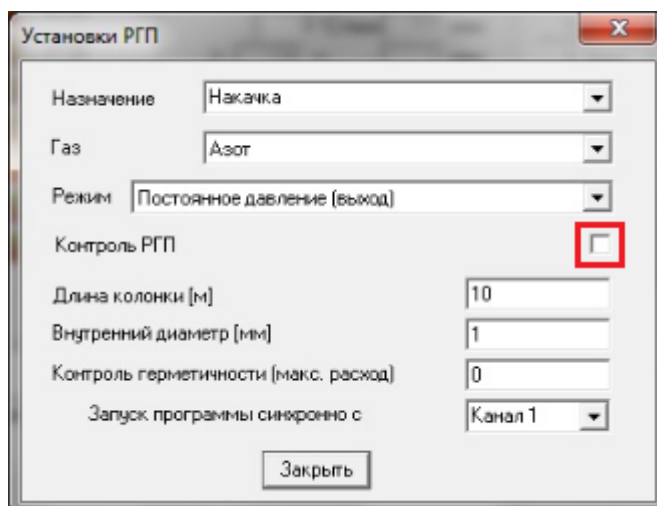

Рисунок 7 – Отключение функции «Контроль РГП».
- Отключить функцию «Контроль РГП» на линии накачки пробы РГП-ГНЗ (см рисунок 5). Это позволит хроматографу оставаться в состоянии «Готовность» при отклонение измеренного значения давления газа от заданного в линии накачки во время замены флакона в ячейке дозирования а также во время дозирования пробы. Для отключения данной функции снять «галочку» в установках РГП-ГНЗ (см. рисунок 7);